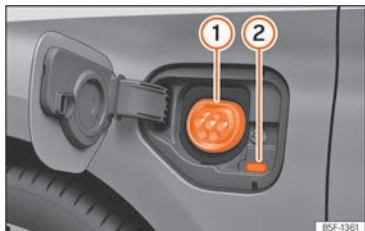

Fig. 213 Derrière le cache de chargement de la batterie sur la partie avant gauche : Prise de charge
» fig. 213
- Avec le véhicule déverrouillé, appuyez sur le cache de charge de la batterie et celui-ci s'ouvrira » fig. 213.